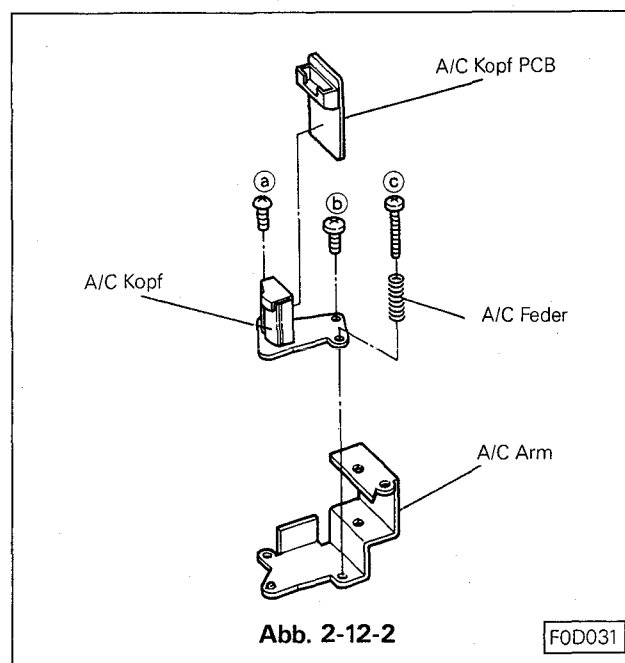

Abb. 2-12-2
- Die drei A/C Kopf Befestigungsschrauben (a, b und c) und die A/C Feder (siehe Abb. 2-12-2) entfernen, den A/C Kopf vom A/C Halter entfernen.
- Die A/C Kopf PCB vom A/C Kopf ablöten. Siehe Abb. 2-12-2.
### 2-12-2 Einbau (siehe Abb. 2-12-2)